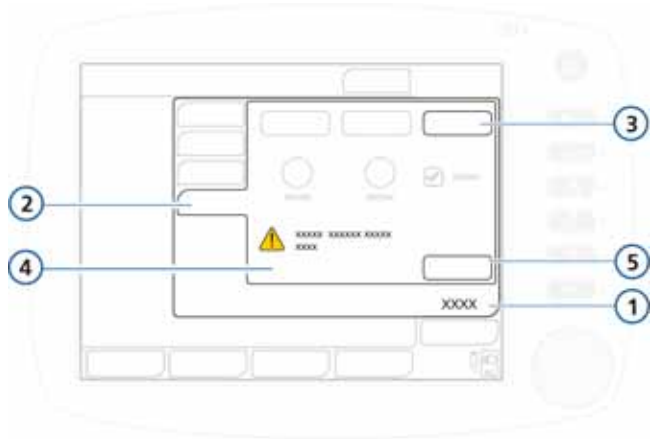

Figura 4-8. Comandi TRC
5. Nella finestra **Comandi** -> **TRC** (Figura 4-8), selezionare e regolare i parametri secondo le esigenze.
4. Nella finestra **Comandi** -> **TRC** (Figura 4-8), selezionare e regolare i parametri secondo le esigenze.
1. Aprire la finestra **Comandi** -> **TRC** (Figura 4-8).